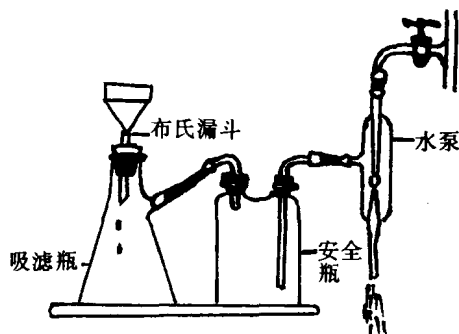

图 20 吸滤装置
2. 吸滤法过滤(减压法过滤或抽气法过滤)为了加速过滤,常用吸滤法过滤,吸滤装置如图 20 所示,它由吸滤瓶、布氏漏斗、安全瓶和水压真空抽气管(亦称水泵)组成,水泵一般是装在实验室中的自来水上。